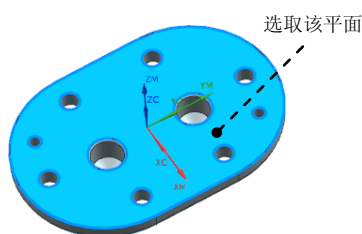

图 19.11 选取面
(1) 单击“钻”对话框 **指定孔** 右侧的  按钮，系统弹出“点到点几何体”对话框，单击 **选择** 按钮，系统弹出“点位选择”对话框。单击 **面上所有孔** 按钮，系统弹出“选择面”对话框。
(2) 单击 **最小直径 -无** 按钮，然后再 **直径** 文本框中输入 9.0，单击 **确定** 按钮，然后选取图 19.11 所示的面，分别单击“选择面”对话框和“点位选择”对话框中的 **确定** 按钮，返回“点到点几何体”对话框。
(3) 单击“点到点几何体”对话框中的 **优化** 按钮，单击 **最短刀轨** 按钮，单击 **优化** 按钮，单击 **接受** 按钮，单击“点到点几何体”对话框中的 **确定** 按钮，返回“钻”对话框。
Step2. 指定顶面。单击“钻”对话框中 **指定顶面** 右侧的  按钮，系统弹出“顶面”对话框；在“顶面”对话框中的 **顶面选项** 下拉列表中选择 **面** 选项，然后选取图 19.11 所示的面；单击“顶面”对话框中的 **确定** 按钮，返回“钻”对话框。